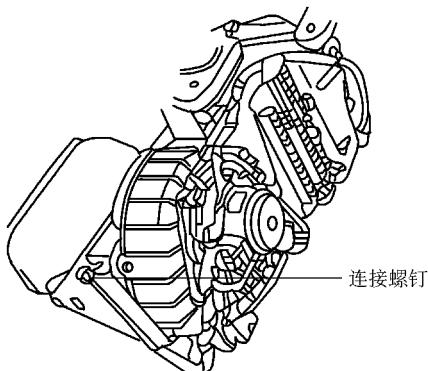

图 5-47 安装加热器芯壳体和蒸发器壳体的连接螺钉
2) 按照图 5-47 所示，安装加热器芯壳体和蒸发器壳体的连接螺钉上，并紧固。将导线束和插接器连接到加热器和空气分配器壳体的总成上，安装加热器和空气分配器的壳体总成。